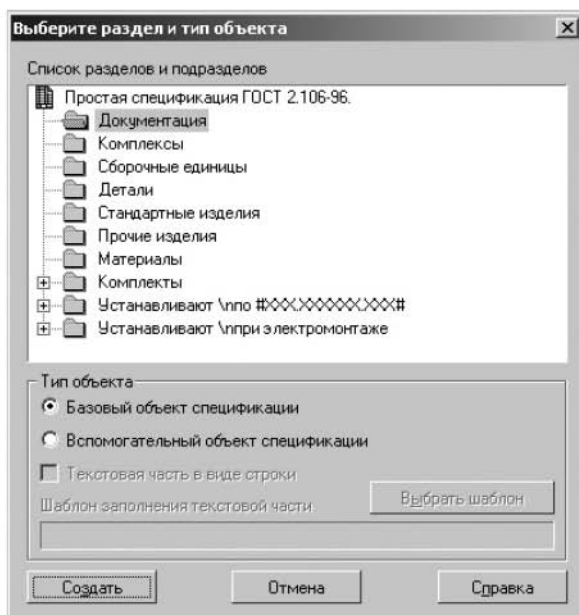

Рис. 3.10. Диалоговое окно выбора разделов спецификации
2. На инструментальной панели **Спецификация** выберите команду **Добавить раздел**. Из диалогового окна выберите раздел **Документация** (рис. 3.10).